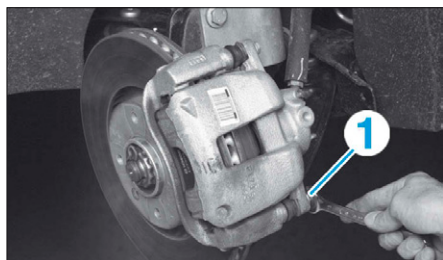

FIG. 2
- Déposer la vis de colonnette (1) (Fig.2).